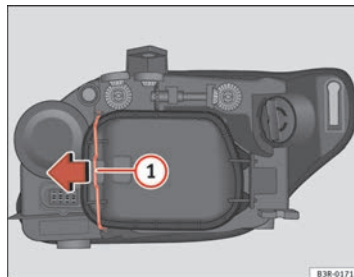

Fig. 202 Feu de position (côté intérieur véhicule)
- Déplacez le tirant $\Rightarrow$ page 281, fig. 202 ① dans le sens de la flèche et retirez le couvercle rigide en séparant d'abord le côté du tirant et en ôtant ensuite les deux languettes de l'autre extrémité du couvercle.